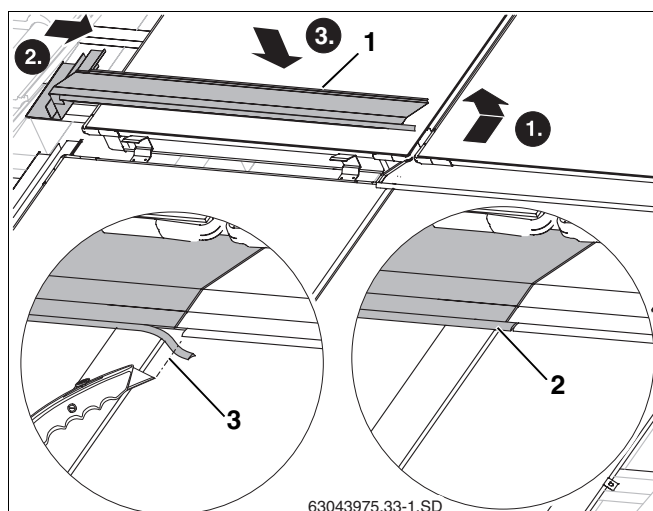

Fig. 54 Posa della lamiera di copertura centrale sinistra
- Inserire la piegatura verso l'alto della lamiera di copertura (fig. 54, **pos. 1**) nell'impugnatura del telaio dei collettori, come già per la lamiera di copertura destra.
- Accorciare lo spigolo di gomma (fig. 54, **pos. 3**) finché non urta contro lo spigolo di gomma della lamiera di copertura destra.
- Applicare lo spigolo di gomma della lamiera di copertura sinistra sulla piega della lamiera di copertura destra (fig. 54, **pos. 2**).
- Accorciare lo spigolo di gomma (fig. 54, **pos. 2**) finché non urta contro lo spigolo di gomma della lamiera di copertura destra.